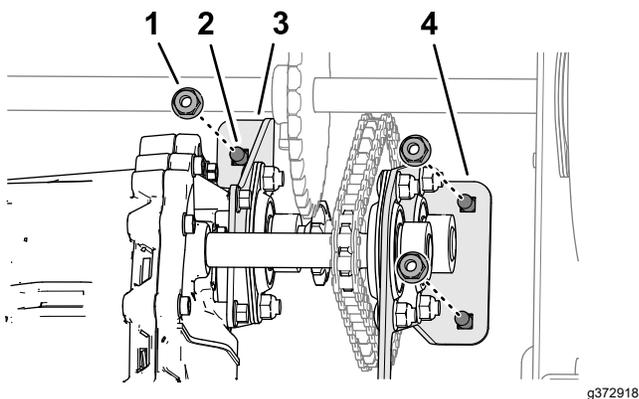

Рисунок 55
- 6. Отверните 3 фланцевые контргайки (5/16 дюйма), которые крепят опорный кронштейн трансмиссии и кронштейн подшипника к машине (Рисунок 55).